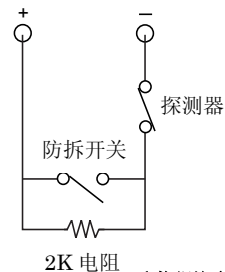

图 3-14: 常闭防拆监测回路接法
- 如果您使用的是一个常闭探测器。防拆开关必须为常开。接线方法请参考图 3-14。